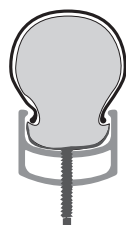

Figure 17. Assurez-vous que la chambre à air n'est pas coincée sous les talons de pneu.
7. Poussez la base de la tige de valve en place dans le pneu de sorte qu'il ne soit pas pris entre le talon du pneu et la jante (Figure 17).